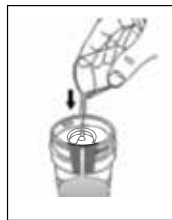

Fig.1
1. Coloque la unidad del compresor en una superficie plana y estable dentro del rango de alcance del paciente y una salida eléctrica. Asegúrese de que los orificios de ventilación laterales de la carcasa de la unidad no estén bloqueados u obstruidos y que la alimentación esté apagada (O)
3. Conecte un extremo del tubo de aire al conector del tubo en la parte posterior de la unidad. Encienda (I) la alimentación brevemente para asegurarse de que la unidad funciona correctamente y compruebe que el aire pase por el tubo, y luego apague la alimentación (O)
- b. Vierta el medicamento en la copa del nebulizador siguiendo la dosis prescrita por el médico, Fig 1.